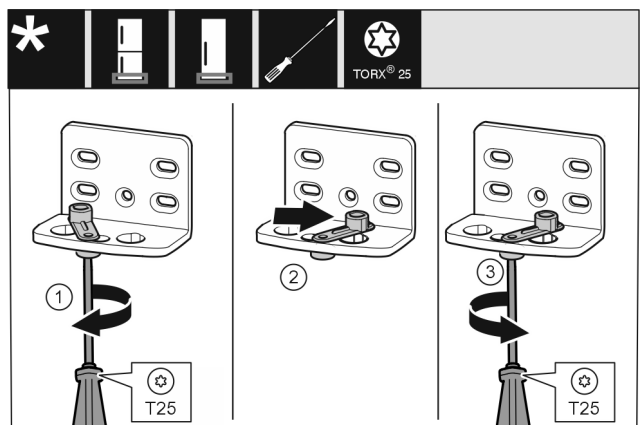

Fig. 17
- ▶ 将螺钉 Fig. 17 (1) 用螺丝刀拧松。
- ▶ 将关门辅助装置 Fig. 17 (2) 提起并向右 90° 转入钻孔。
- ▶ 将螺钉 Fig. 17 (3) 用螺丝刀拧紧。